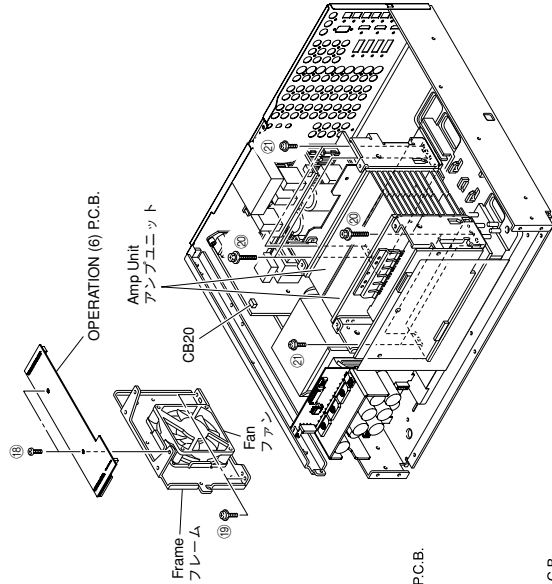

Fig. 6
7. Removal of OPERATION (6) P.C.B.
- Remove 2 screws (19). (Fig. 6)
- Remove the OPERATION (6) P.C.B. which is connected directly to the lower P.C.B. with connectors. (Fig. 6)
- Remove CB20. (Fig. 6)
- Remove the Fan together with the frame by lifting them up. (Fig. 6)
- Remove 4 screws (20) and 4 screws (21). (Fig. 6)
- Remove the Amp Unit. (Fig. 6)
7. OPERATION (6) P.C.B.の外し方
- 19のネジ2本を外します。(Fig. 6)
- OPERATION (6) P.C.B.を取り外します。(Fig. 6)
- CB20を外します。(Fig. 6)
- ファンをフレームとといっしょに上方に取り外します。(Fig. 6)
- 20のネジ4本、21のネジ4本を外します。(Fig. 6)
- アンプユニットを取り外します。(Fig. 6)